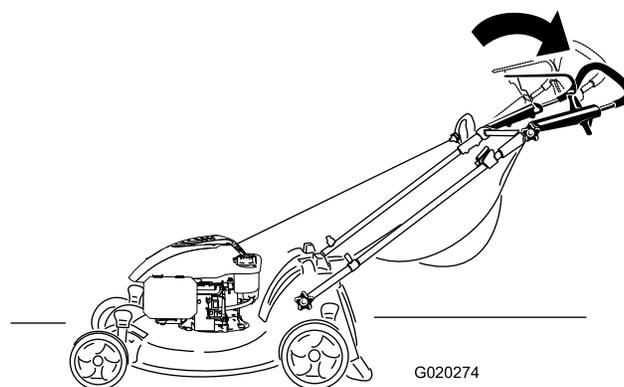

Figura 15
2. Mueva el manillar superior a la posición deseada (Figura 15).